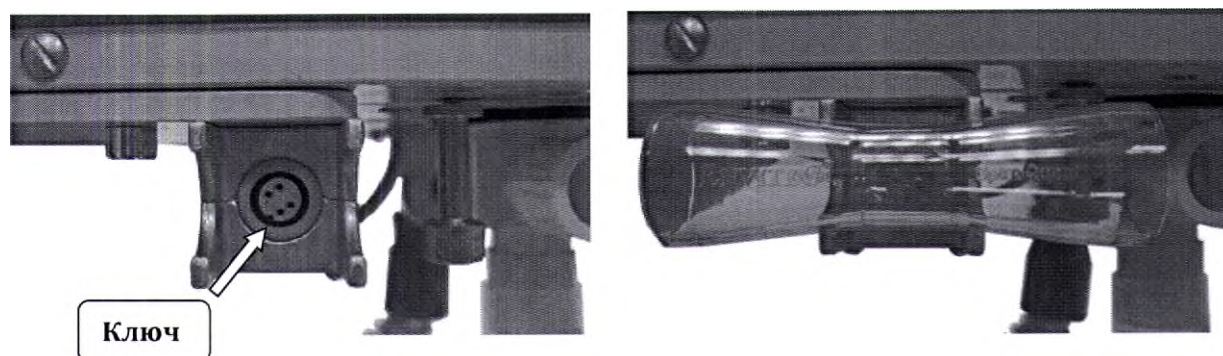

Рис. 5-9. Место положения датчика потока в разъёме.
- Лёгким нажатием вставьте датчик в разъём (см. рис. 5-9). Обратите внимание на расположение ключа на разъёме.